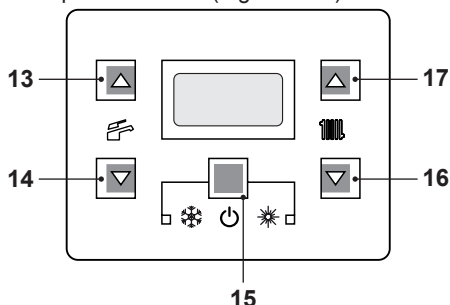
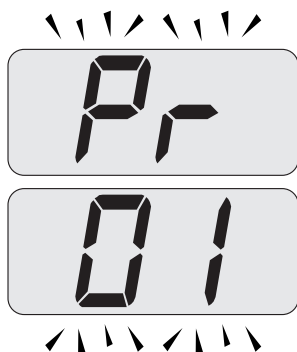
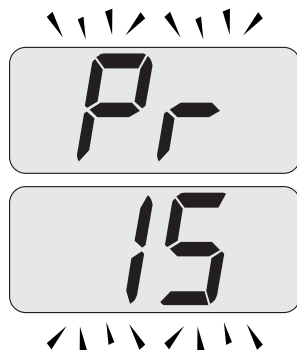

Figura 5.51
Figura 5.52
Figura 5.53
• Entrare in "modalità programmazione" premendo contemporaneamente per 10 secondi i tasti 15 - 16 - 17 (Figura 5.51) fino a far apparire sul display LCD le lettere **Pr** che si alternano con il codice **01**, indicanti l'entrata nel "parametro 01" (Figura 5.52).
• Scorrere i vari parametri utilizzando i tasti 16 o 17 fino a far apparire sul display LCD le lettere **Pr** che si alternano con il codice **15**, indicanti l'entrata nel "parametro 15" (Figura 5.53).
• Premere contemporaneamente i tasti 15 e 17 (Figura 5.51) fino a far apparire sul display LCD il valore del parametro 15 (Figura 5.54).
- Premendo il tasto 15 (Figura 5.51) si ottiene la conferma del valore inserito.
- Premendo contemporaneamente i tasti 15 e 16 (Figura 5.51) si esce senza modificare il valore (ritorno alla lista parametri Figura 5.53)
- Premendo contemporaneamente per 10 secondi i tasti 15 - 16 - 17 (Figura 5.51) si esce
Comunque se la temperatura ambiente non dovesse essere confortevole si può aumentare o diminuire la temperatura di mandata dell'impianto riscaldamento di $\pm 15^\circ\text{C}$ agendo sui tasti 16 (diminuzione) e 17 (aumento) (Figura 5.51).